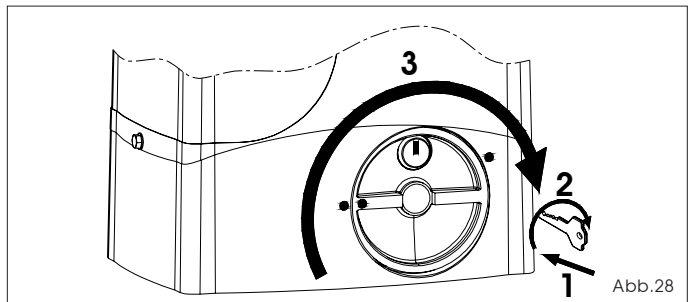

Abb.28
- 1) Den mitgelieferten Schlüssel stecken und im Uhrzeigersinn drehen, wie in Abb. 28 Bez. 1 und 2 gezeigt
- 2) Das Entriegelungssystem im Uhrzeigersinn bis zum mechanischen Anschlag drehen, Abb. 28 Bez. 3.